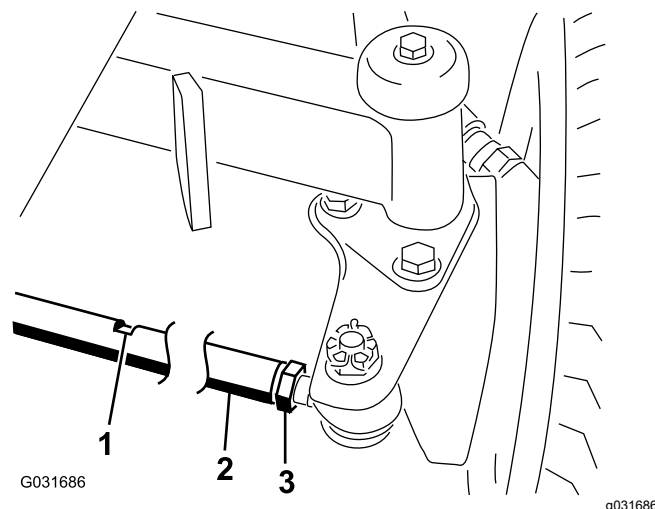

Figure 80
2. Desserrez l'écrou de blocage à chaque extrémité de la biellette (Figure 80).